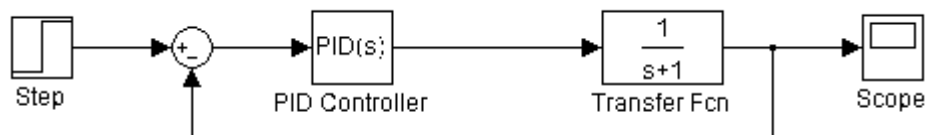

Рис. 1.1
2.1. Запустите пакет Simulink. Соберите схему моделирования, представленную на рис. 1.1.
5.3. Определите критический коэффициент усиления регулятора  $K_u$  и период колебаний  $T_u$ . Для этого воспользуйтесь схемой моделирования на рис. 1.1. Введите передаточную функцию в блок Transfer Fcn и установите в блоке PID Controller  $P=1, I=D=0, N=100$ . Запустите процесс моделирования. Увеличивайте коэффициент усиления пропорциональной составляющей  $P$  и наблюдайте за реакцией системы в блоке Scope до тех пор, пока не возникнут незатухающие колебания. После этого зафиксируйте значение  $K_u = P$  и определите период колебаний  $T_u$ .
8.1. Соберите схему моделирования, представленную на рис. 1.1. Введите в блок Transfer Fcn передаточную функцию объекта управления. Установите в блоке PID Controller следующие численные значения параметров регулятора:  $P=1$ ,  $I=D=0$ . Остальные настройки оставьте по умолчанию.